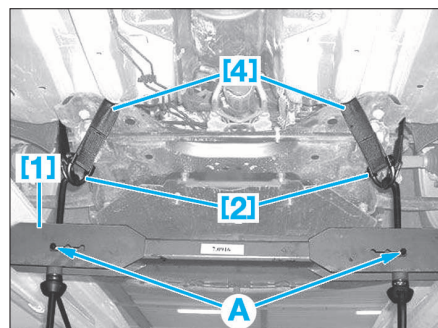

FIG. 4
- Engager les sangles [4] équipées de leurs manilles [2] sur le berceau (Fig.4).